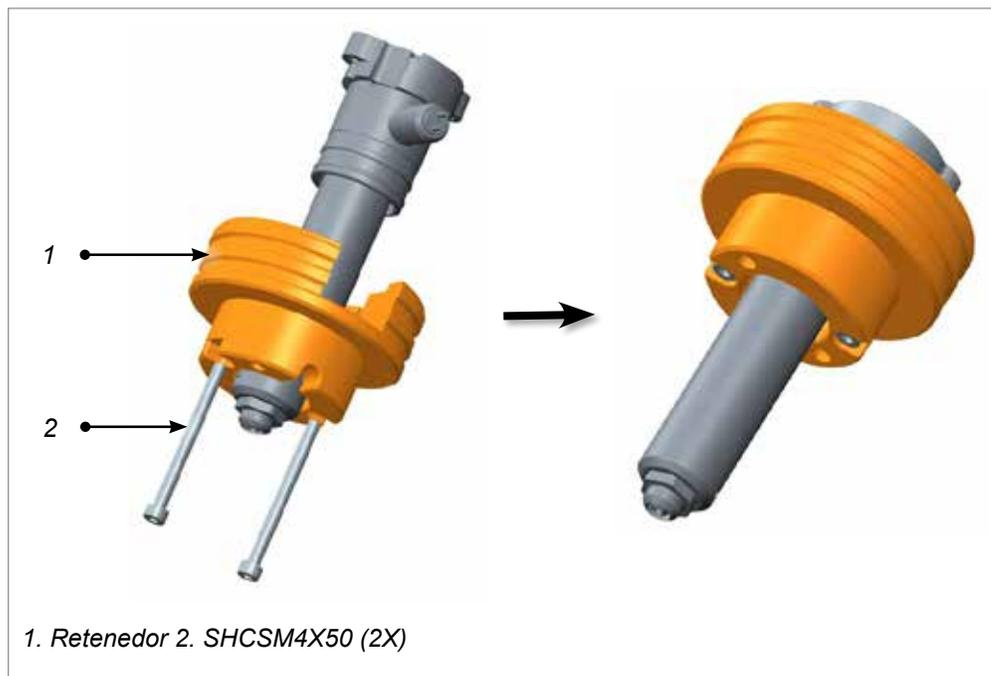

Figura 11-16 Conexión del retenedor al cojinete de la válvula
15. Alinee el terminal de la boquilla con la ranura del retenedor. Asiente la brida de la boquilla en el retenedor y apriete el retenedor al cojinete de la válvula con tornillos de cabeza hueca. Apriete a 3,6 Nm (2,6 ft-lb). Consulte la Figura 11-16.